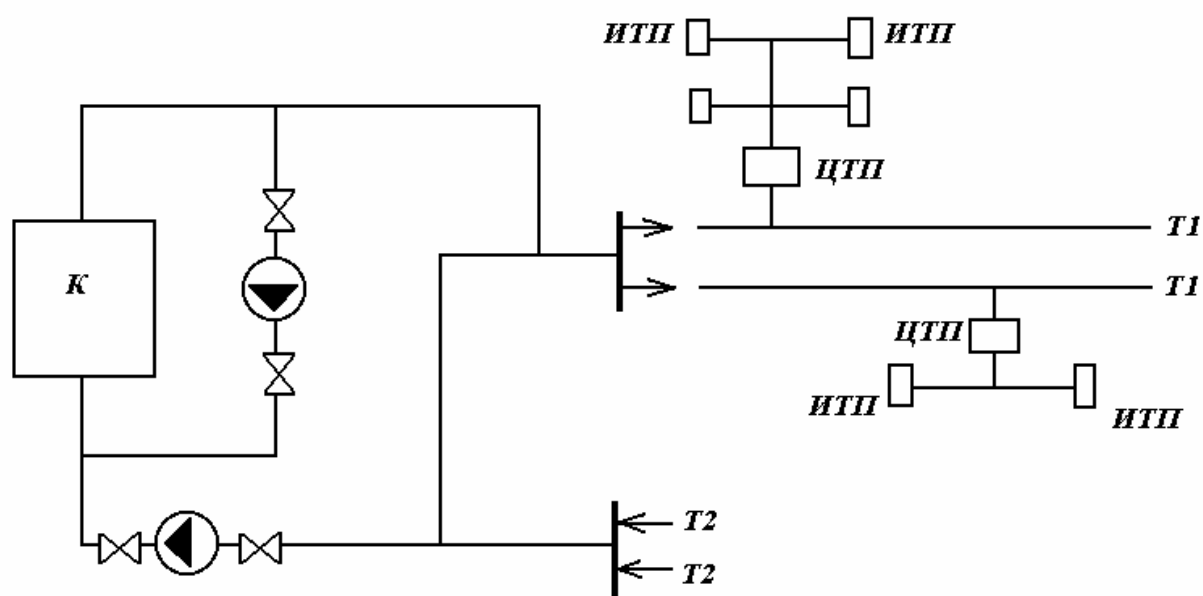

Рис. 31
6. Пояснить схему системы теплоснабжения с источником тепла – котельной (рис. 31).